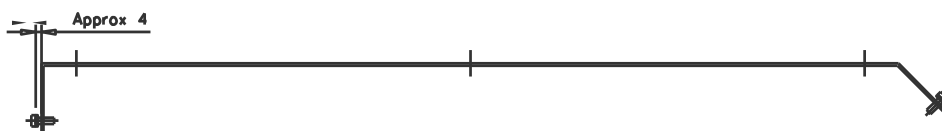

Fig. 4
2. Takskinnen bøyes i begge ender som vist på fig. 4 side 5.